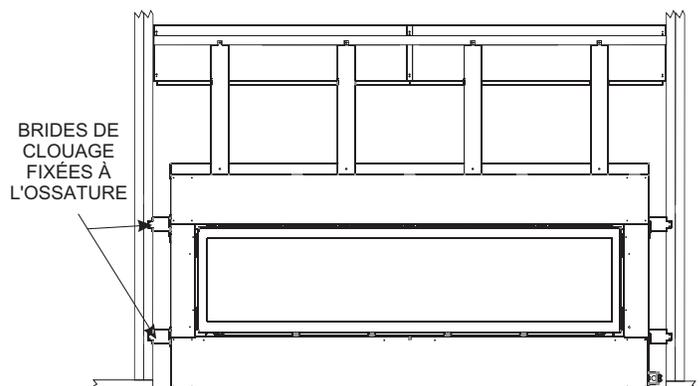

Figure 28
AVIS : Pour la finition sur le dessus de la cheminée, voir les **Figures 28 et 30**.
3. Fixer le foyer à l'ossature à l'aide des brides de clouage. Prérégler la profondeur en fonction du matériau de façade (affleurante ou encastrée de 1/2 po (13 mm)). **Voir Figure 28.**